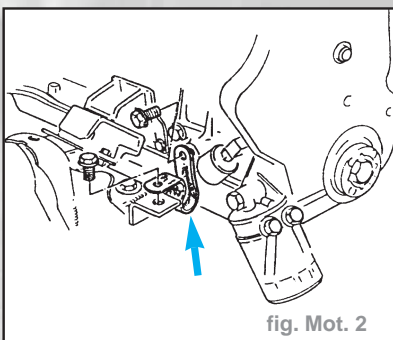

fig. Mot. 2
- Débrancher le câble de mise à la masse du moteur (fig. Mot. 2).
- Reposer la tresse de mise à la masse du moteur (fig. Mot. 2).